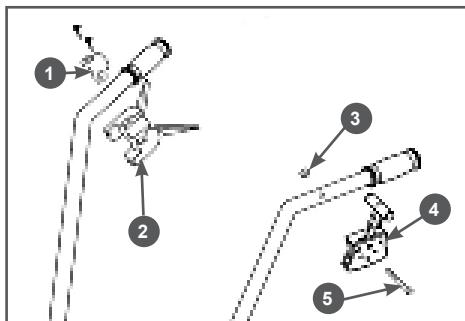

Рис. 8 Установка кронштейна рычагов включения переднего и заднего хода и рычага газа
- Установите на правую рабочую рукоятку кронштейн 2 с рычагами включения переднего и заднего хода (Рис. 8). Для этого выполните следу-
ющее: открутите два винта крепления скобы и снимите скобу 1 крепления с кронштейна рычагов включения переднего и заднего хода. Установите кронштейн 2 снизу на правую рабочую рукоятку, а сверху приложите скобу крепления 1 (Рис. 8). Совместите отверстия в кронштейне и скобе и закрутите винты крепления, не затягивая их. Отрегулируйте положение кронштейна на рабочей рукоятке так, чтобы правой рукой было удобно по очереди нажимать и на рычаг включения переднего и на рычаг включения заднего хода. После окончательной регулировки плотно затяните винты крепления скобы (Рис. 8).
8. Установите на левую рабочую рукоятку рычаг 4 газа (Рис. 8). Для установки рычага 4 газа выполните следующее: совместите отверстия в левой рабочей рукоятке и корпусе рычага 4 газа, вставьте в отверстие болт 5 и закрутите гайку 3 до упора (Рис. 8).